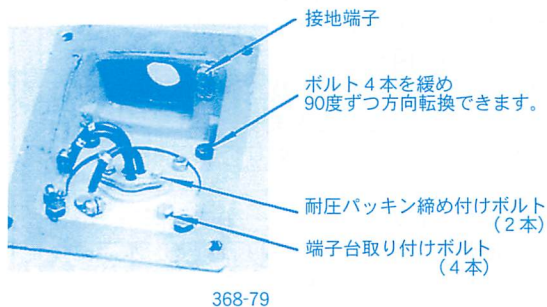

図6 電源ケーブル引き込み口の方向転換
- (2) 電源ケーブル引き込み口の向きは、端子箱カバー及び箱本体の締め付けボルトを外し、90度間隔で4方向に変えることができます（図6）。